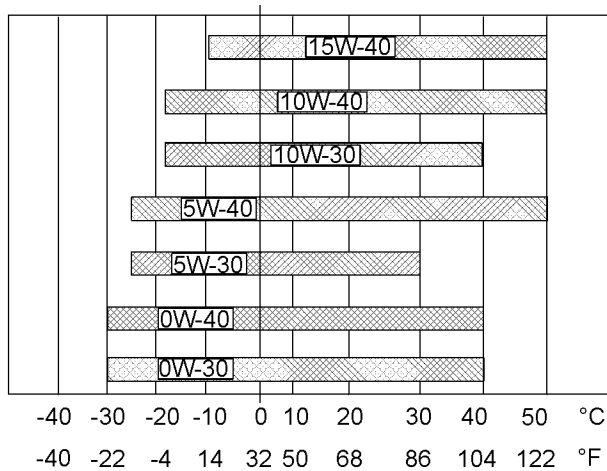

Abbildung 56
Zur Bestimmung der notwendigen Ölviskosität zum Starten eines kalten Motors siehe Abbildung 56 (minimale Temperatur).
Zur Bestimmung der notwendigen Ölviskosität für den Motorbetrieb bei der höchsten zu erwartenden Umgebungstemperatur siehe Abbildung 56 (maximale Temperatur).
- Siehe die geeigneten "Schmierstoffviskositäten". Siehe die entsprechende Abbildung 56, um den richtigen Viskositätsgrad für den Motor zu bestimmen.